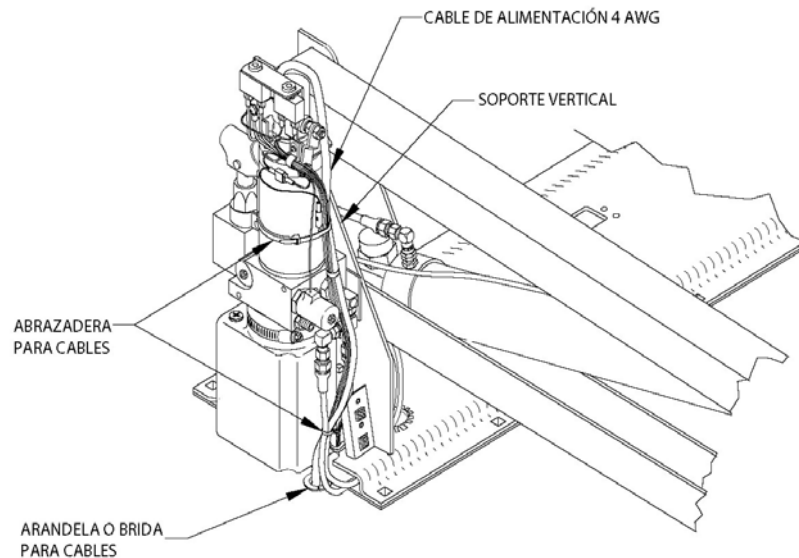

FIGURA 2-11: RUTA DE LOS CABLES
- e. Consulte la **Figura 2-11**. Corte el excedente del cable largo, instale el terminal de orejeta en el extremo no equipado del cable largo, y conéctelo al borne positivo del solenoide. Compruebe que el cable rojo desde el interruptor automático principal (en su caso) se conecta al polo positivo del solenoide.